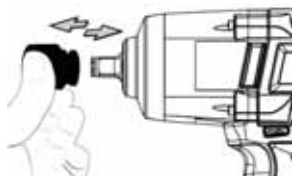

Abb. 1
1. Um den Sockel zu installieren, drücken Sie den Sockel weitestmöglich in das Drehfutter. (Siehe Abb. 1).